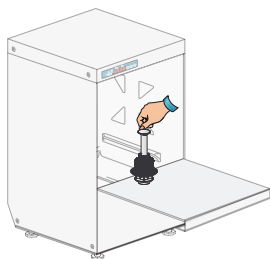
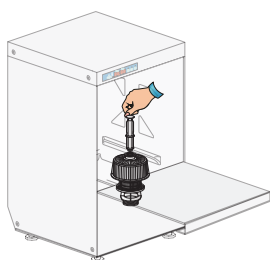

Bild 1.
Bild 2.
- Kolla att filtret sitter på plats i disktankens botten (se bild 1 och bild 2).
- Placera nivåöret på plats (se bild 1 och bild 2).